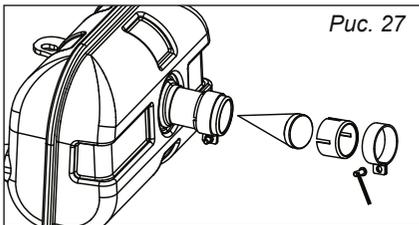

Рис. 27
2. Ослабьте болт, а затем снимите крышку глушителя, экран глушителя и искрогаситель, *рис. 27.*